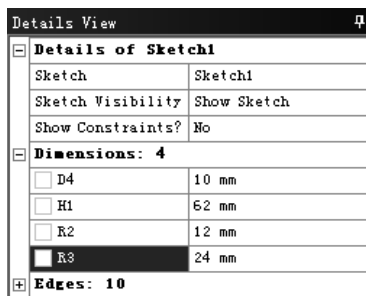

图 3.3.15 修改尺寸
(4) 修改尺寸。将尺寸修改为设计要求的尺寸，此时“Details View”对话框如图 3.3.15 所示，并在 Dimensions 窗口下单击 Move 按钮，调整尺寸至合适的位置。